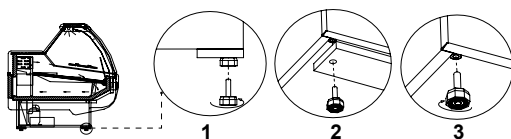

Abb.3 Entfernen der Holzbühne
- Die Anlage auspacken und das Holzpodest, dass auf der Grundlage vorhanden ist, entfernen (ausgeschlossen von fahrbaren Anlagen) Abb.3 (S.31)